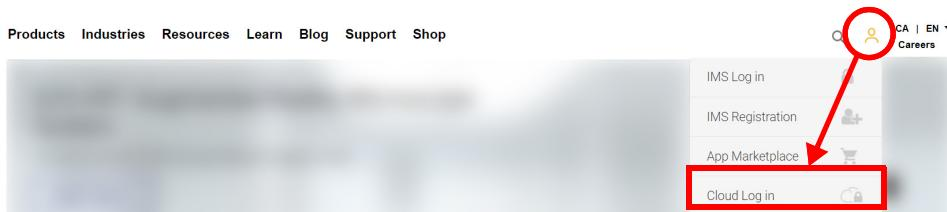

Figura 10-1 Login da nuvem
2. Crie ou junte-se à uma conta existente no OSC (um administrador cria a conta e convida todos os outros usuários). Vá para www.olympus-ims.com e clique em **Cloud Login** (login da nuvem) como mostrado na Figura 10-1 na página 245.